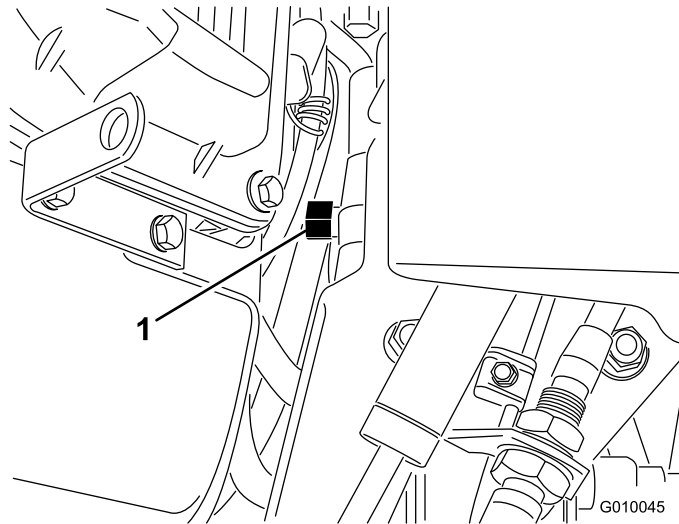

Figura 30
2. Con una chiave fissa da 5/8 pollice fate compiere 1 giro in senso antiorario alla valvola di bypass. Il fluido idraulico bypassa quindi la pompa, consentendo alle ruote di girare (Figura 30).
4. Per utilizzare nuovamente l'arieggiatore fate compiere 1 giro in senso orario alla valvola di bypass (Figura 30).